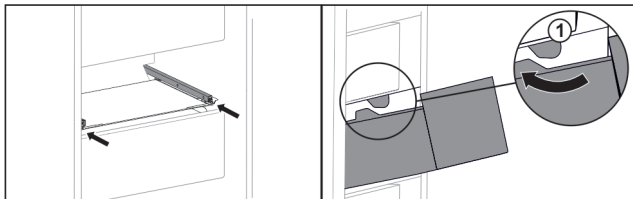

Fig. 55
- ▶ Обвести висувний ящик навколо стопора Fig. 55 (1).